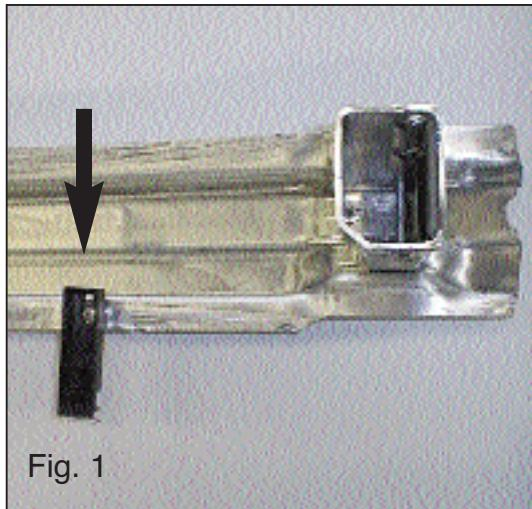

Fig. 1
pare-chocs en matière synthétique du pare-chocs interne (voir fig. 1). Positionner celui-ci, à l'aide du matériel de fixation indiqué, à la partie inférieure du tube de l'attache-remorque. Enlever la couche de mastic/cire située sur les points de fixation. **Pour les modèles de 2005->:** Enlever les douilles en plastique de la partie inférieure du châssis.
2. Avlägsna tidssensorn från stötfångarens innanmäte. Avlägsna innanmätet inklusive stagen. Dessa förfaller. Borra till höger och vänster ut hålnitarna ur plaststagen för stötfångarens innanmäte. (se fig. 1.) Placera dessa med det angivna monteringsmaterialet mot undersidan av dragkrokens rör. Avlägsna kitt-/vaxlagret från monteringspunkterna. **För modeller 2005->:** Ta bort plastpluggarna från undersidan av chassit.
2. Fjern tidssensoren på den inderste del af kofangeren. Fjern inderdelen inklusiv støtter. Disse anvendes ikke mere. Bor i venstre og højre side nittenaglerne på kofangerstøtterne af kunststof fra indersiden af kofangeren (jævnfør fig. 1). Anbring denne på undersiden af røret på anhængertrækket med det anviste montage materiale. Fjern kittet/vokslaget ved montagedesterne.
2. Retirar el sensor de tiempo del parachoques interior. Retirar el parachoques interior inclusive soportes. Estos quedan anulados. Taladrar a la izquierda y derecha los clavos tubulares de los soportes sintéticos de parachoques del parachoques interior. (Véase la fig. 1). Colocarlos en el lado inferior del tubo del gancho de remolque, usando el material de fijación indicado. Retirar el pegamento/la capa de cera a la altura de los puntos de fijación. **Respecto a los modelos 2005-> hágase lo siguiente:** Retire los cierres de plástico de la parte inferior del chasis.
2. Rimuovere il sensore dall'anima del paraurti. Rimuovere l'anima del paraurti con i sostegni. L'anima non dovrà essere rimontata.. Forare a destra e sinistra i rivetti dei sostegni di plastica dell'anima del paraurti. (vedi fig. 1.) Posizionare i sostegni sotto il traverso del gancio traino, fissandoli con il materiale di fissaggio in dotazione. Rimuovere lo strato di mastice dai punti di fissaggio. **Per i modelli 2005-> vale quanto segue:** Rimuovere i tappi in plastica da sotto il telaio.
2. Z wewnętrznej części zderzaka należy wyjąć regulator czasowy i zdementować wewnętrzną część zderzaka wraz ze wspornikami. Nie będą one już potrzebne. Po prawej i lewej stronie wywiercić nity z wykonanych z tworzywa sztucznego wsporników zderzaka w zderzaku wewnętrzny. (patrz rys. 1). Umieścić go przy pomocy wskazanego materiału mocującego od spodu szyny haka holowniczego. Punkty mocowania należy oczyścić z warstwy kitu / wosku. **Dla modeli 2005-> obowiązuje:** Usunąć zaślepki z tworzywa sztucznego od spodu podwozia.